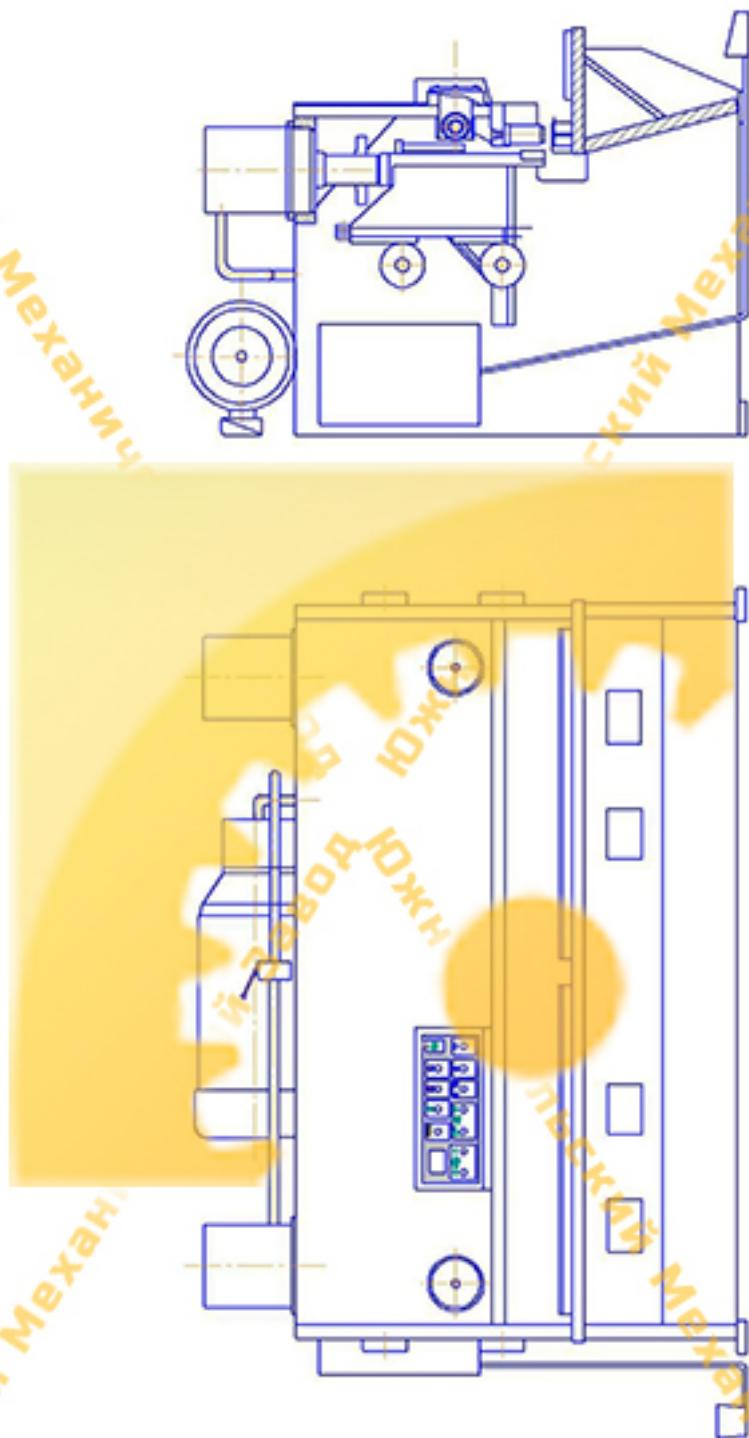

Рис. 1 Общий вид.
Ножницы гидравлические листовые с наклонным ножом модели (рис.1) предназначены для резки листового материала с $\sigma_b \leq 450$ МПа (45 кгс/мм²).
1.1. Общий вид (Рис. 1).